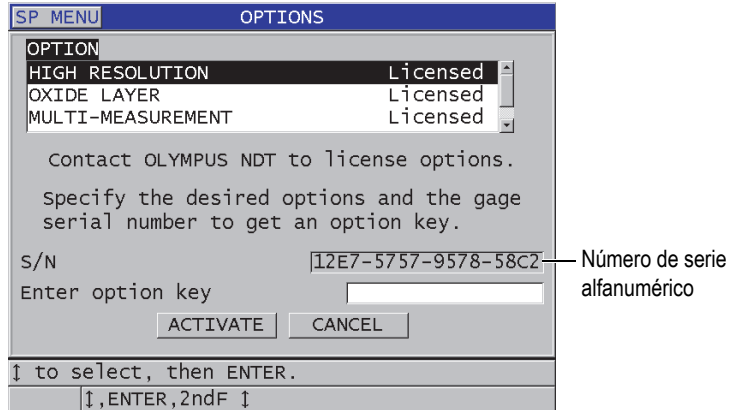

Figura 7-1 Pantalla OPCIONES para activar las opciones de *software*
3. En la pantalla OPCIONES (ver Figura 7-1 en la página 113), visualice el número de serie alfanumérico de 16 dígitos que aparece en el campo N.º de serie (S/N). La lista OPCIÓN (OPTION) indica el estado en curso de las opciones de *software*, en donde el término **Licensed** significa que la opción está activada.
5. En la pantalla **OPCIONES** (OPTIONS) [ver Figura 7-1 en la página 113]: